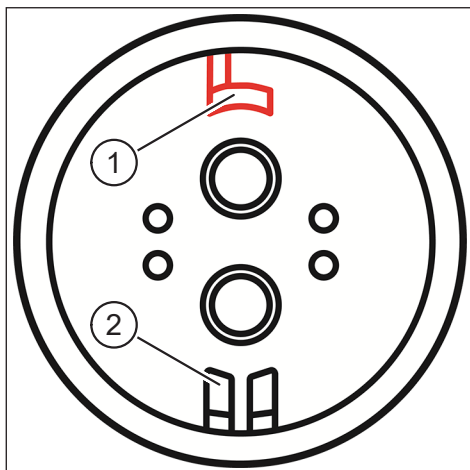

Fig. 24: Codage du connecteur
- Les raccords sur le chargeur, le port de charge et sur la batterie possèdent une protection contre l'inversion de la polarité.. Observez le codage des fiches (pos. 1 et pos. 2 dans Fig. 24) lors du branchement du chargeur.